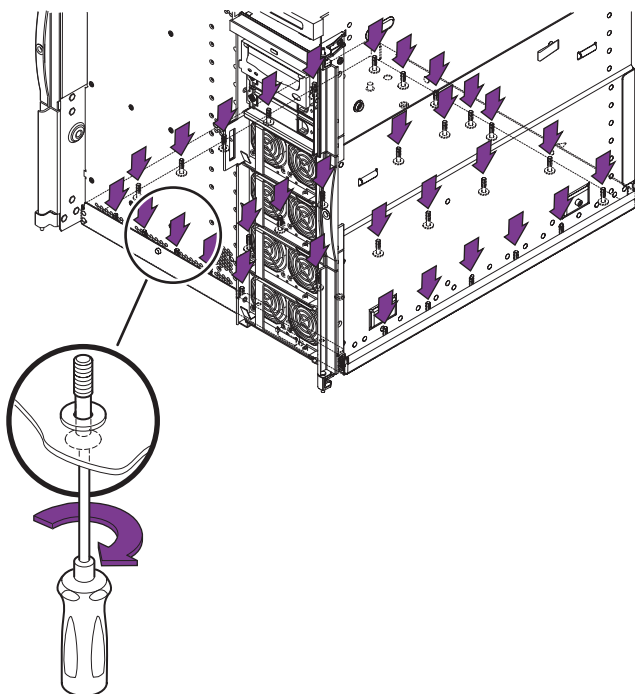

図 11-2 ベースプレート固定ねじの取り外し
16. システム下部の、ベースプレートをシャーシに固定している 31 本の脱落防止機構付きねじのうち、30 本を緩めます (図 11-2)。正面の中央にあるねじは、締めたままにします。
- システムに固定ボタン (リリースボタン) が付いていない場合は、正面の中央にあるねじを緩めます (図 11-2)。片手でベースプレートを支えながら、正面の中央にあるねじを緩めてください。手順 18 に進みます。